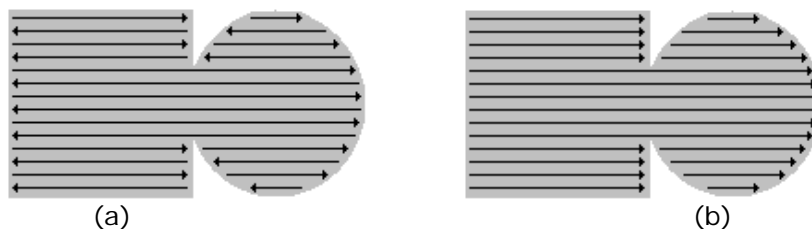

Figura 8 - Raster bi-direcional (a) e unidirecional (b) para tecnologia SLS
- **Zig-Zag** – as linhas de *raster* alternam o sentido formando um *raster* bi-direcional conforme ilustrado na Figura 8 (a). Se esta opção não for selecionada, pode-se obter um *raster* unidirecional conforme Figura 8 (b).
- zigzag: ativa (1) ou não (0) zigzag para o processo SLS WinMark (Figura 8).